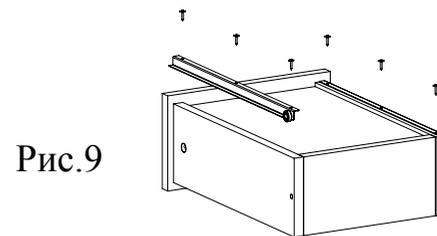

Рис.9
- При помощи конфирматов 7х50 скрепить крышку 1 с боковинами 3 и 4 (Рис. 9).